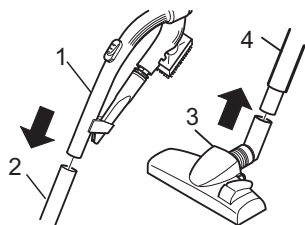
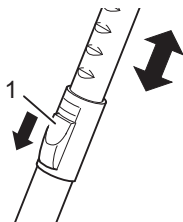

Abb. 3
Abb. 4
2. Stecken Sie den Handgriff (Abb. 3/1) in das obere Ende des Teleskoprohrs (Abb. 3/2).
3. Stecken Sie die Bodendüse (Abb. 3/3) auf das untere Ende des Teleskoprohrs (Abb. 3/4).
4. Stellen Sie die Länge des Teleskoprohrs ein. Drücken Sie dazu die Teleskoprohr-Arretierung (Abb. 4/1) nach unten. Ziehen Sie dann das Teleskoprohr am Handgriff (Abb. 3/1) auf die gewünschte Länge. Zum Verriegeln, lassen Sie die Teleskoprohr-Arretierung beim Ziehen los. Sie hören ein deutliches Klicken.